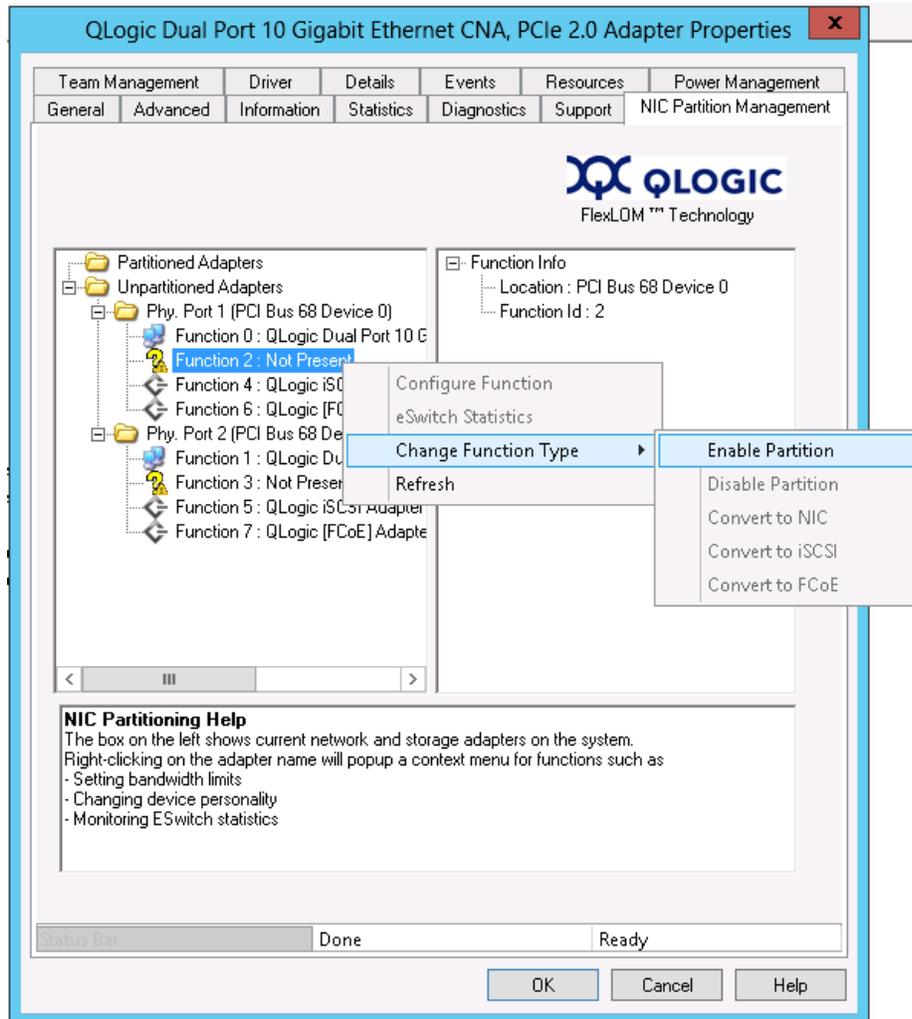

Figure 4-26. Activation de la partition
- c. Sélectionnez **Enable Partition** (Activer la partition) (voir Figure 4-26).